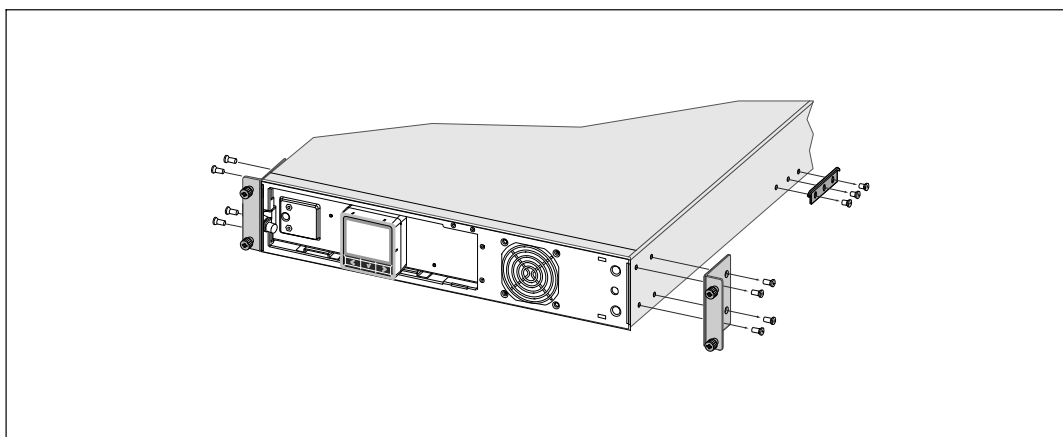

図 19. マウンティング・ブラケットおよびリヤホールドダウンブラケットの取り外し方
- 1 Phillips®の#2 スクリュードライバーを使って、UPSからマウンティング・ブラケットおよびリヤホールドダウンブラケットを取り外します。（図 19を参照）。